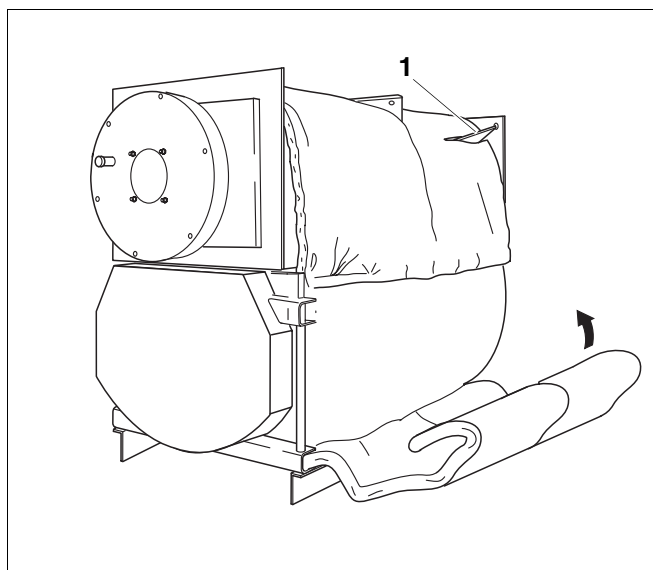

Fig. 5 Varmebeskyttelse
- Læg isoleringsmåtterne til kedelkroppen på, så indskæringerne ligger over knudepladerne (fig. 5, pos. 1).
- Skub isoleringsmåtterne under kedlen (fig. 5).